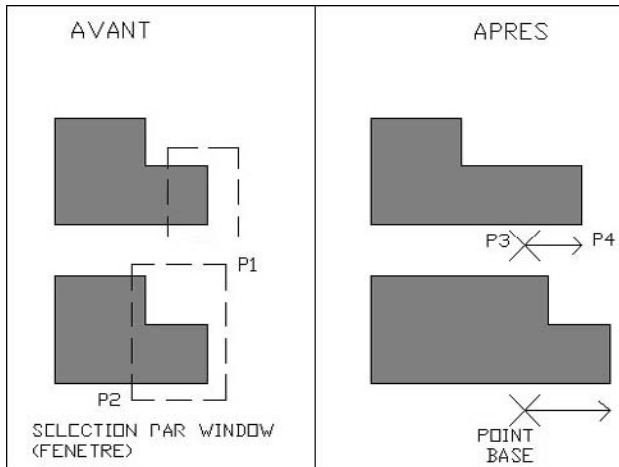

Fig.6.2
- 1 Exécuter la commande d'étirement à l'aide d'une des méthodes suivantes (fig.6.2) :